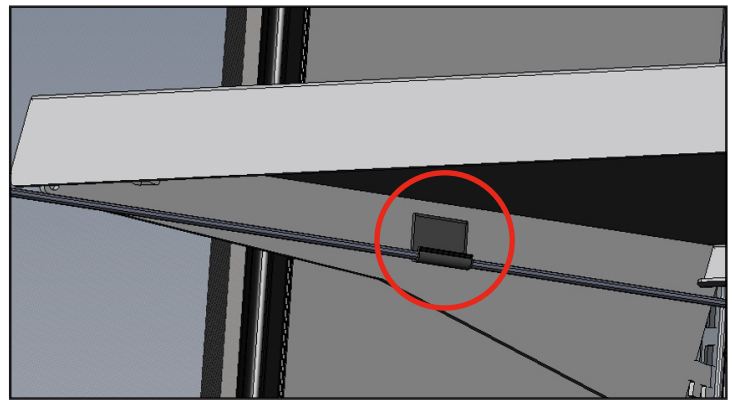

Abb. 4. Netzkabel sichern.
4. Befestigen Sie das Netzkabel an der J-Clip-Halterung am Träger. Siehe Abb. 4.